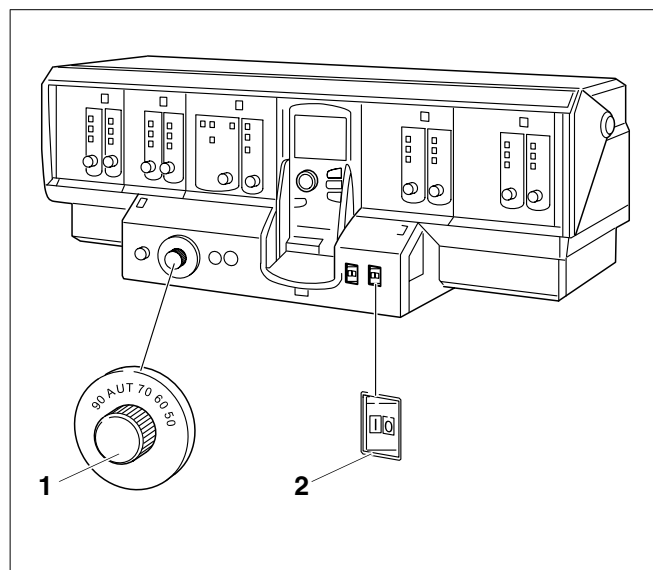

Fig. 2: Dispozitiv de reglare (în cazul de față: Logamatic 4312)
Puneți în funcțiune cazanul de încălzire prin intermediul dispozitivului de reglare (în exemplul de față, fig. 2: Logamatic 4312). Prin punerea în funcțiune a dispozitivului de reglare se pune în funcțiune și arzătorul. Arzătorul va fi pornit direct de către dispozitivul de reglare. Informații suplimentare în acest sens puteți obține din instrucțiunile de utilizare a dispozitivului de reglare respectiv sau a arzătorului.
- Reglați regulatorul de temperatură a apei cazanului (fig. 2, **poz. 1**) pe „AUT”.
- Apăsați întrerupătorul de funcționare (fig. 2, **poz. 2**) în poziția „I”.
Scoateți din funcțiune cazanul de încălzire prin intermediul dispozitivului de reglare (în exemplul dat, dispozitiv de reglare 4212 - fig. 2, pagina 9). Odată cu scoaterea din funcțiune a dispozitivului de reglare, se oprește automat și arzătorul.
Apăsați întrerupătorul de funcționare (fig. 2, **poz. 2**) în poziția „0” (ÎNCHIS).